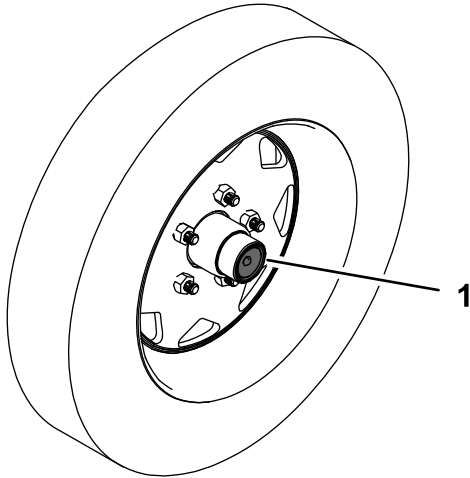
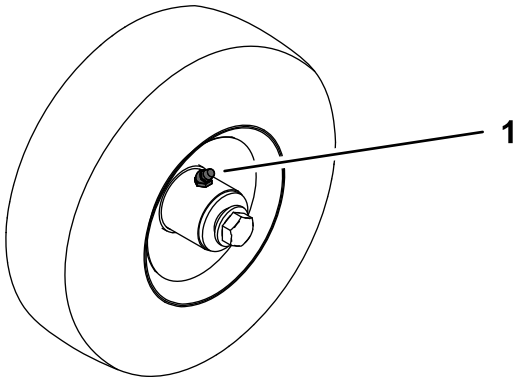

Figura 20
Figura 21
1. Retirez les obturateurs en caoutchouc de l'essieu (Figura 20).
2. Raccordez un pistolet de graissage aux graisseurs et injectez de la graisse dans les graisseurs sur l'essieu (Figura 20) et les roulettes (Figura 21) jusqu'à ce qu'elle commence à suinter des roulements.
3. Remettez les obturateurs en caoutchouc en place (Figura 20).